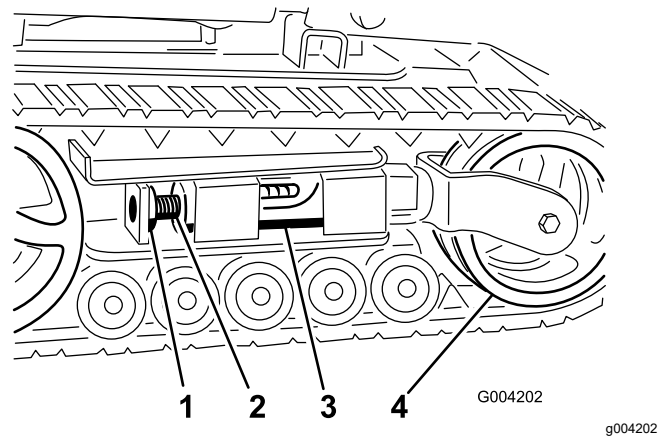
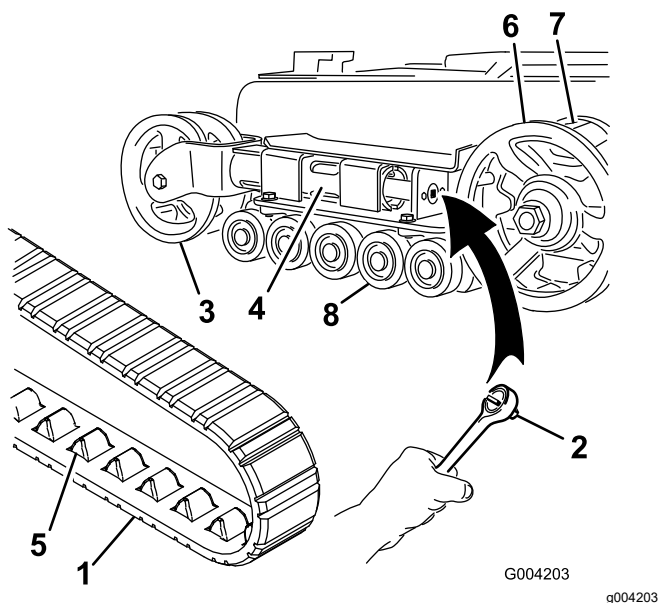
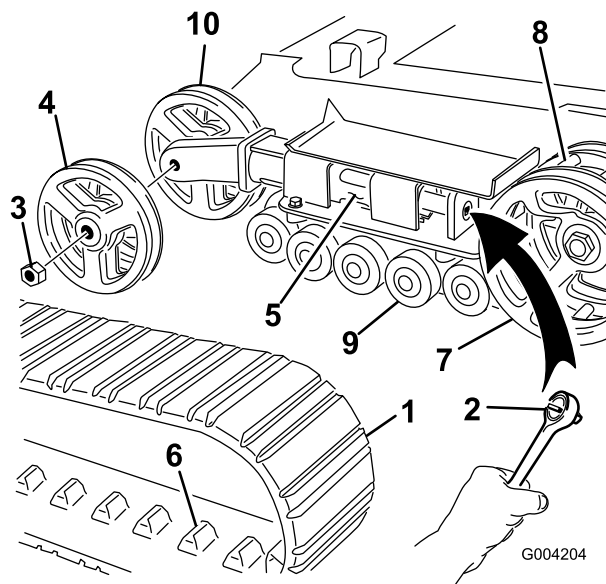

Bild 45
Bild 46
Bild 47
4. Entfernen Sie die Befestigungsschraube und Mutter (**Bild 45**).
6. Richten Sie die am nächsten liegende Kerbe in der Spannschraube mit dem Loch der Befestigungsschraube aus und befestigen Sie die Schraube mit der Befestigungsschraube und Mutter (**Bild 45**).
Hinweis: Sie haben Schmalspurketten, wenn die vorderen Spannungsräder an der Innenseite einer Gabel am Ende des Spannungsrohrs montiert sind (**Bild 46**).
5. Lösen Sie die Antriebsspannung mit einer Ratsche ($\frac{1}{2}$ "), indem Sie die Spannschraube nach rechts drehen (**Bild 45** und **Bild 46**).
6. Drücken Sie das Spannrاد zur Rückseite der Maschine, um den Druckschlauch gegen den Rahmen zu bewegen (Bild 46).
8. Wenn Sie die Kette vom Spannrاد entfernt haben, entfernen Sie sie auch vom Antriebsrad und den Straßenrädern (Bild 46).
9. Legen Sie die neue Kette, beginnend beim Antriebsrad, um das Rad und stellen Sie sicher, dass die Stollen an der Kette zwischen die Zahnäder am Kettenrad passen (Bild 46).
10. Drücken Sie die Kette unter und zwischen die Straßenrädern (Bild 46).
Hinweis: Sie haben Breitspurketten, wenn die vorderen Spannungsräder an der Seite am Ende des Spannungsrohrs montiert sind (Bild 47).
4. Entfernen Sie die Befestigungsschraube und Mutter (Bild 45).
5. Lösen Sie die Antriebsspannung mit einer Ratsche (1/2"), indem Sie die Spannschraube nach rechts drehen (Bild 45 und Bild 47).
6. Drücken Sie das Spannrاد zur Rückseite der Maschine, um den Druckschlauch gegen den Rahmen zu bewegen (Bild 47).
6. Setzen Sie die eingefettete Straßenradkappe auf den Schraubenkopf (**Bild 46**).
7. Befestigen Sie die Straßenradkappe mit dem Sprengring (**Bild 46**).
7. Nehmen Sie die Mutter ab, mit der das äußere Spannrad befestigt ist. Nehmen Sie das Rad ab (**Bild 47**).
8. Nehmen Sie die Kette ab (**Bild 47**).
9. Nehmen Sie die Mutter ab, mit der das innere Spannrad befestigt ist. Nehmen Sie das Rad ab (**Bild 47**).
13. Setzen Sie das innere Spannrad ein und befestigen Sie es mit der vorher abgenommenen Mutter (**Bild 47**).
15. Montieren Sie die neue Kette. Achten Sie darauf, dass die Stollen in der Kette zwischen die Zahnräder in der Mitte des Antriebsrads passen (**Bild 47**).
16. Setzen Sie das äußere Spannrad ein und befestigen Sie es mit der vorher abgenommenen Mutter (**Bild 47**).